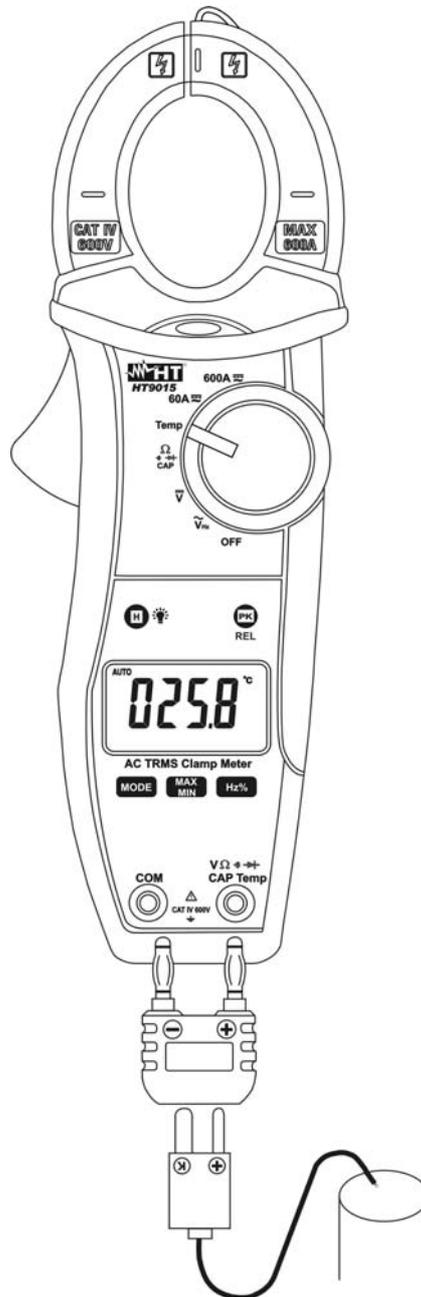

Abb. 8 Temperaturmessung
3. Verbinden Sie den Temperaturfühler Type K mit der **VΩ \rightarrow CAPHz%Temp** und **COM** Eingangsbuchse unter Berücksichtigung der korrekten Polarität (siehe Abb.8). Der Temperaturwert wird nun im Display angezeigt.